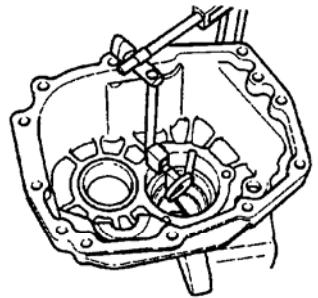

Рис. 6.40. Замер
2. Измерьте расстояние (Б) (рис. 6.40) от упорного буртика сдвоенного подшипника до установленного в канавку стопорного кольца.